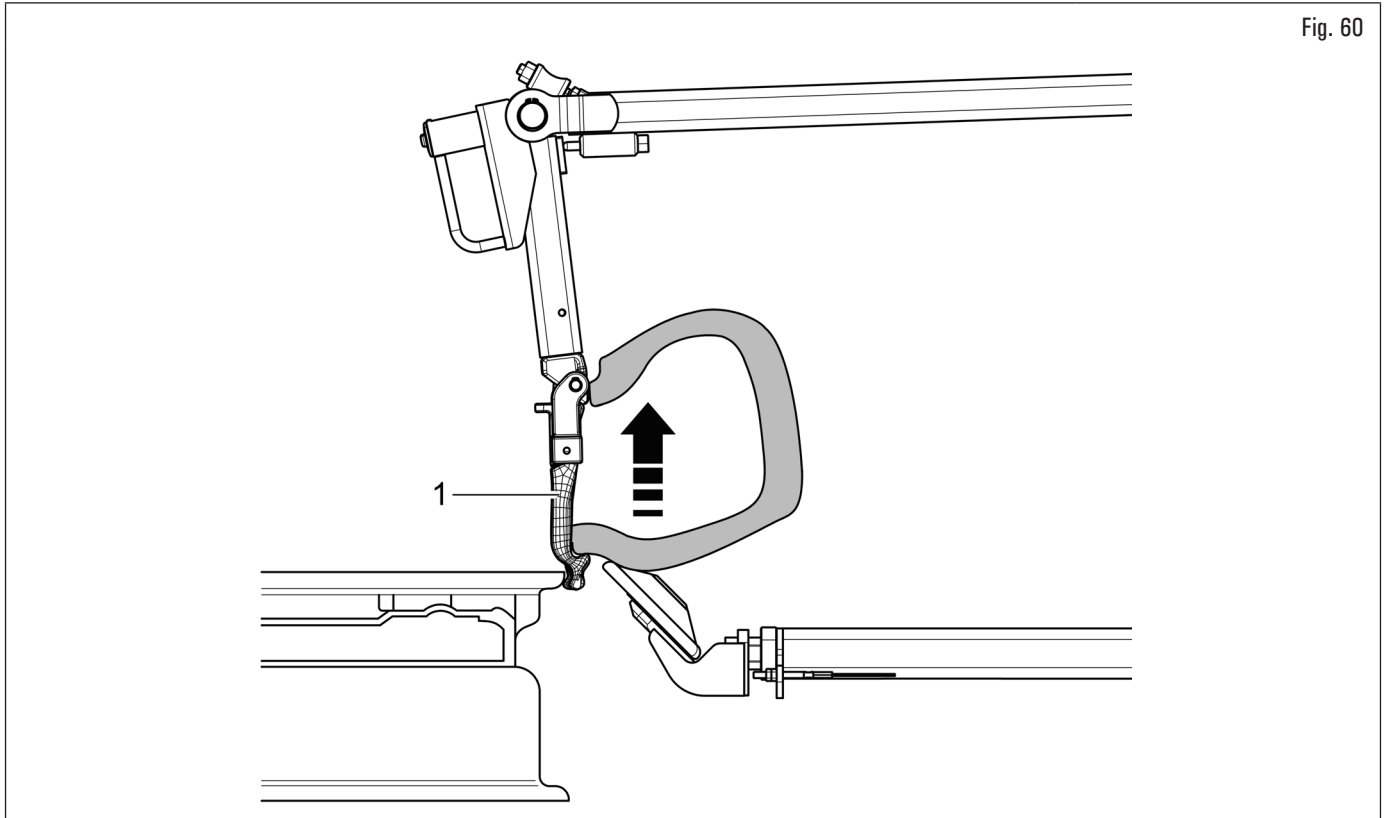

Fig. 60
7. reubicar el útil (Fig. 60 ref. 1) de manera que coincida con el borde de la llanta. Con la ayuda del rodillo destalonador inferior, cargar el talón inferior en la cabeza útil, en posición de desmontaje;